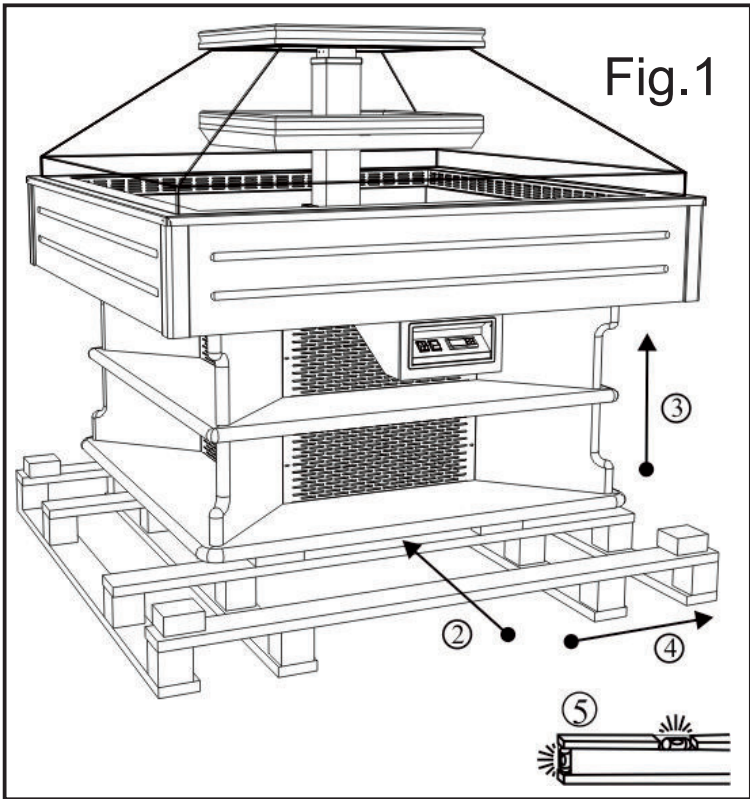

Fig.1
**4.** Eliminare il pallet o cassa. **5.** Posare l'apparecchiatura su un piano livellato orizzontale. **6.** Fare attenzione a non lasciare niente nell'imballo prima di buttarlo. **7.** Separare i materiali dell'imballaggio secondo la composizione in modo da facilitarne lo smaltimento. **8.** È possibile bloccare l'apparecchiatura agendo sulle ruote con freno (vedi Fig.1).